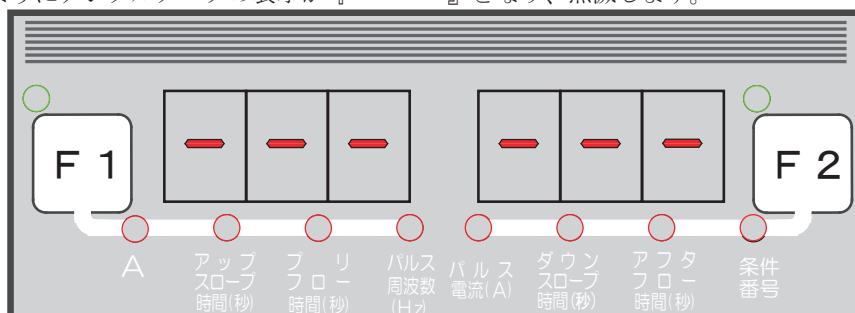

図 2 該当データ無し表示
⑥ 操作方法 (つづき)
- (2) 条件番号の設定をした後、もう一度記憶キー (⑦) を押すとキー左上の L E D が点滅します。この状態で、F 1 キー (①)、F 2 キー (②)、表示切替キー (⑤) によりその条件番号に記憶されている各パラメータの設定値を確認できます。選択されたパラメータの設定値がデジタルメータに点滅表示されます。もし、選択した条件番号に記憶データがない場合、図 2 のようにデジタルメータの表示が『— — —』となり、点滅します。
- (2) 条件番号の設定をした後、もう一度読出キー (⑥) を押すとキー左上の L E D が点滅します。この状態で、F 1 キー (①)、F 2 キー (②)、表示切替キー (⑤) により読み出そうとしている溶接条件の各パラメータの設定値を確認できます。選択されたパラメータの設定値がデジタルメータに点滅表示されます。もし、選択した条件番号に記憶データがない場合、図 2 となります。
- (3) もう一度読出キー (⑥) を押すと記憶されたデータが読出され、読出モードを終了します。
③ メモリ削除